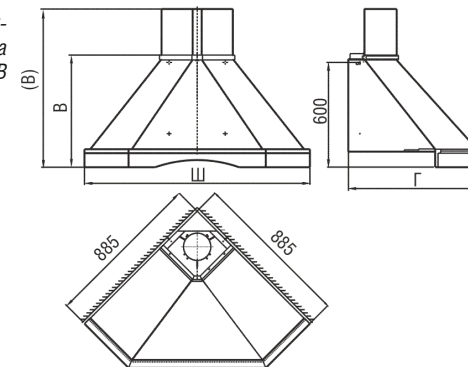

рис. 2
6.2 Установка кухонной вытяжки (рис.2):